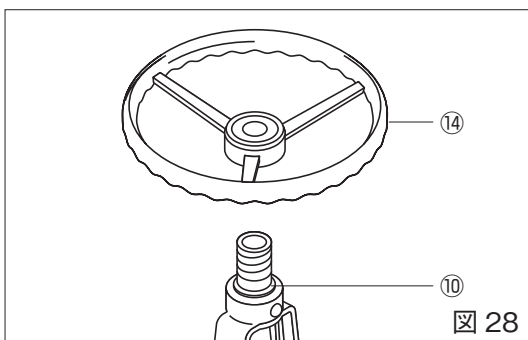

図 28
2. ハンドル⑭をヨークスリーブ⑩より抜いてください。(図 28)